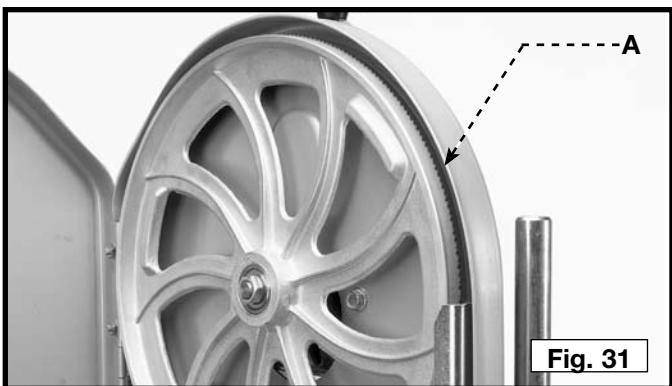
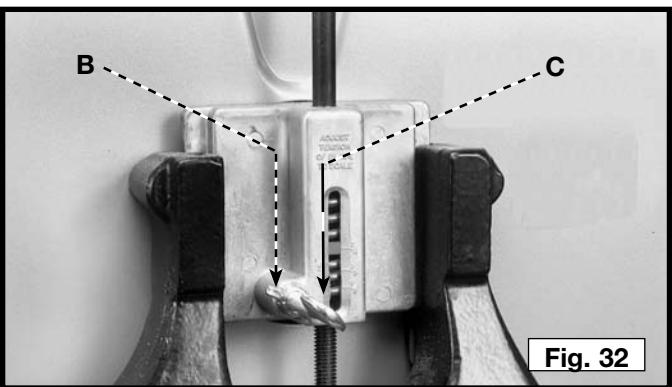

Fig. 31
Fig. 32
Después de aplicar la tensión a la lámina, rote las ruedas lentamente adelante a mano y observe el movimiento de lámina. La lámina (A) Fig. 31 debe viajar en el centro del neumático superior. Si la lámina se arrastra hacia el borde delantero, afloje la tuerca de ala (B) Fig. 32, y dé vuelta al tornillo de pulgar (C) a la derecha. Esta acción dibuja la lámina hacia el centro del neumático. Si la lámina se arrastra hacia el borde trasero, dé vuelta al tornillo de pulgar en la dirección opuesta. Ajuste del tornillo de pulgar (C) Fig. 32 solamente una fracción de una vuelta cada vez.
Después de que la lámina esté siguiendo en el centro de los neumáticos, apriete de la tuerca de ala (B) Fig. 32.